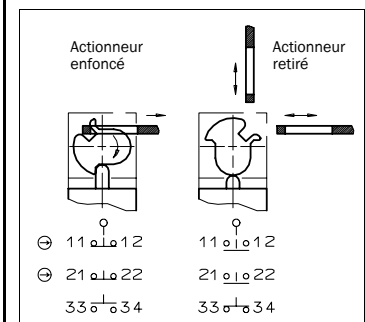

Fig. 6 : Éléments et fonctions de commutation
- Brochage des contacts cf. Fig. 6.